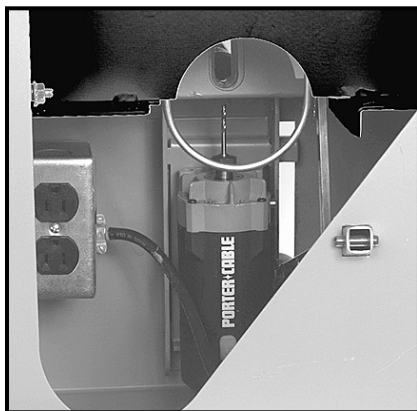

Fig. 10
3. Coloque el motor de taladrar en el armario como está ilustrado en la Fig. 10, y sujételo con el tornillo de montaje.